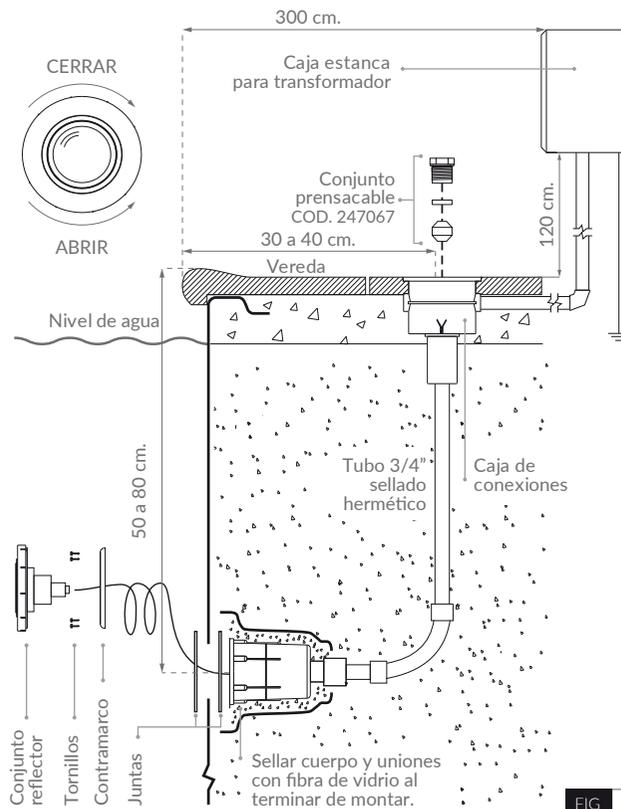

FIG 5
1. Para la instalación en piscinas de fibra de vidrio (ver FIG.5) se sugiere efectuar la aplicación del artefacto antes de colocar la piscina en el terreno. Consulte al técnico de piletas de fibra de vidrio para garantizar el sellado hermético de los artefactos de iluminación.